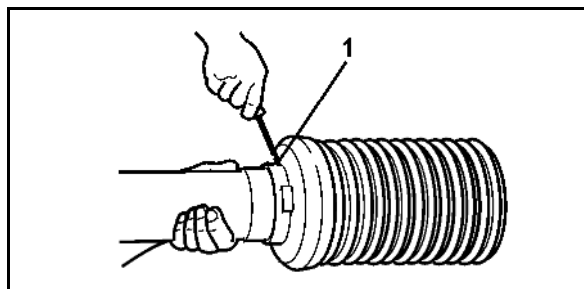

Fig. 57
3. Drej beskyttelsestragten (Fig. 57/1) i monteringsposition.
4. Træk det halve beskyttelsesrør af (Fig. 57/3).